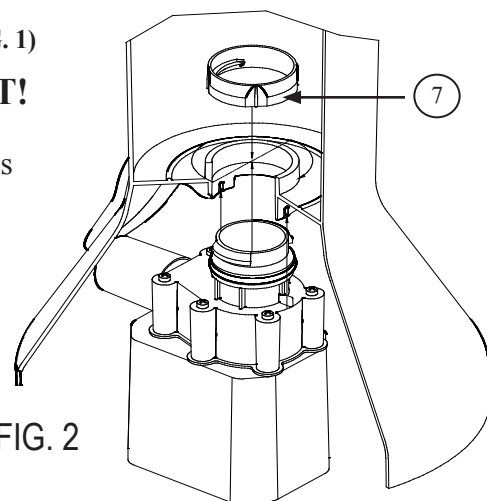
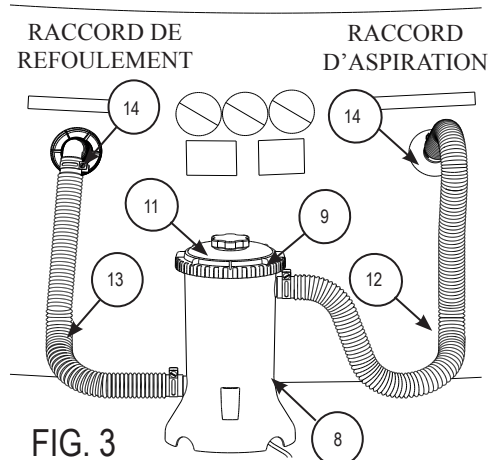

FIG. 2
FIG. 3
- A. D'abord, retirez la bague de retenue (10) du couvercle étanche, le couvercle étanche (9) et la cartouche filtrante (15) de la boîte du filtre. Lubrifiez le joint torique de la pompe (5) avec de la vaseline. Tenez fermement la boîte du filtre (8) et insérez le corps de pompe (1) de manière que la sortie du boîtier du volute (4) passe à travers l'ouverture sur le côté de la base. Insérez la pompe à fond tout en faisant passer les deux nervures du boîtier du volute à travers les deux fentes dans le fond de la boîte. Par l'intérieur de la boîte, installez l'écrou de retenue de la pompe (7) audessus de l'entrée du boîtier du volute. Vissez l'écrou (7) dans le sens des aiguilles d'une montre jusqu'à un serrage ferme. Voir Fig. 2.
- B. Prenez les Tuyaux d'Aspiration et de Refoulement (12, 13), et retirez deux Colliers de Serrage (14), du sac de quincaillerie. Desserez les colliers de serrage et faites-les glisser sur une extrémité de chaque tuyau. Lubrifiez les joints toriques (24) sur la Boîte du Filtre (8) et le Boîtier du Volute (4) généreusement avec de la vaseline. Installez un tuyau sur l'entrée d'aspiration au haut de la boîte du filtre, et l'autre tuyau sur la sortie de refoulement à la base de la boîte du filtre. Serrez les deux Colliers de Serrage (14).
- C. Repérez l'ensemble des éléments (21, 25-31) du Raccord de Refoulement. Lubrifiez le Joint d'Étanchéité RdR (Noir) (26) généreusement avec de la vaseline et posez-le sur le filetage du Raccord de Refoulement (25). Par l'intérieur de la piscine, insérez le Raccord de Refoulement (25) avec le Joint d'Étanchéité RdR(26) à travers le trou du Raccord de Refoulement dans la paroi de la piscine, voir Fig. 3 pour emplacement correct. Placez la Rondelle de Butée RdR (Blanche) (27) sur le Raccord de Refoulement ensuite vissez l'Écrou RdR (28) sur le raccord jusqu'à serrage à main. NE PAS trop serrer l'Écrou RdR ou rider la paroi de la piscine autour de la Rondelle de Butée RdR (27) ou du Joint d'Étanchéité RdR (26). Bouchez le Raccord de Refoulement (25) de la piscine avec le Bouchon RdR (21) par l'intérieur de la piscine. Mettez de côté le Raccord Buse RdR (30) et la Bague de Serrage RdR (31) pour installation ultérieure. Maintenant repérez l'ensemble des éléments (16-20) du Raccord d'Aspiration de la Piscine. Lubrifiez le Joint d'Étanchéité RdA (Noir) (17) généreusement avec de la vaseline et posez-le sur le filetage du Raccord d'Aspiration (16). Par l'intérieur de la piscine, insérez le Raccord d'Aspiration (16) avec le Joint d'Étanchéité RdA (17) à travers le trou du Raccord d'Aspiration dans la paroi de la piscine. Placez la Rondelle de Butée RdA (Blanche) (18) sur le Raccord d'Aspiration, ensuite vissez l'Écrou RdA (19) jusqu'à serrage à main. NE PAS trop serrer l'Écrou RdA ou rider la paroi de la piscine autour de la Rondelle de Butée RdA (18) ou du Joint d'Étanchéité RdA (17). Bouchez le Raccord d'Aspiration (16) de la Piscine avec le Capuchon RdA (20). Serrage à main seulement du Capuchon (20). Commencez à remplir la piscine.
- D. Après avoir rempli la piscine, positionnez l'Ensemble Filtre entre les deux raccords sur la paroi de la piscine et environ 15 cm loin de la base. Le tuyau d'aspiration (12), raccordé au haut de la boîte du filtre doit faire face à droite, et le tuyau de refoulement (13), raccordé à la pompe au bas de la boîte du filtre doit faire face à gauche; voir Fig. 3.
- E. Glissez les deux colliers de serrage (14) restants sur les extrémités des deux tuyaux. Lubrifiez généreusement avec de la vaseline les Joints Toriques (24) sur les raccords de la paroi, ensuite attachez les tuyaux aux Raccords d'Aspiration et de Refoulement montés sur la paroi de la piscine. Le Raccord d'Aspiration de la Piscine est sur la droite, et le Raccord de Refoulement est sur la gauche, voir FIG. 3. Bien tenir en place les deux tuyaux en serrant les deux Colliers de Serrage (14).
- F. Dévissez de 1-1/2 tours la vis évent (11) sur le couvercle étanche (9). REMARQUE: IL EST NÉCESSAIRE D'ÉVENTER LE SYSTÈME POUR LAISSER L'AIR S'ÉCHAPPER QUAND LA BOÎTE DU FILTRE SE REMPLIT D'EAU.
- G. Retirez le Bouchon RdR (21) du Raccord de Refoulement (25) de l'intérieur de la piscine. Aussi retirez le Capuchon RdA (20) du Raccord d'Aspiration (16). Cela permettra au système de filtrage de se remplir d'eau. NE PAS jeter le Bouchon RdR (21) et le Capuchon RdA (20). Vous en aurez besoin lors du remplacement de la cartouche filtrante ou l'entretien de la pompe. Quand le système est plein, l'eau doit ressortir par la rainure de la vis évent. Serrez à main la vis évent dans le couvercle étanche jusqu'à ce que le joint torique forme avec la vis un joint étanche et l'eau s'arrête de couler.
- H. À ce point, l'ensemble filtre doit être étanche. Vérifiez tous les tuyaux et les raccords, la vis évent, pour s'assurer de l'absence de fuite d'eau. Si vous trouvez des fuites, voyez #4 dans le Guide de Dépannage en page #8. Maintenant installez le Raccord Buse RdR (30) et la Bague de Serrage RdR (31) sur le Raccord de Refoulement (25).